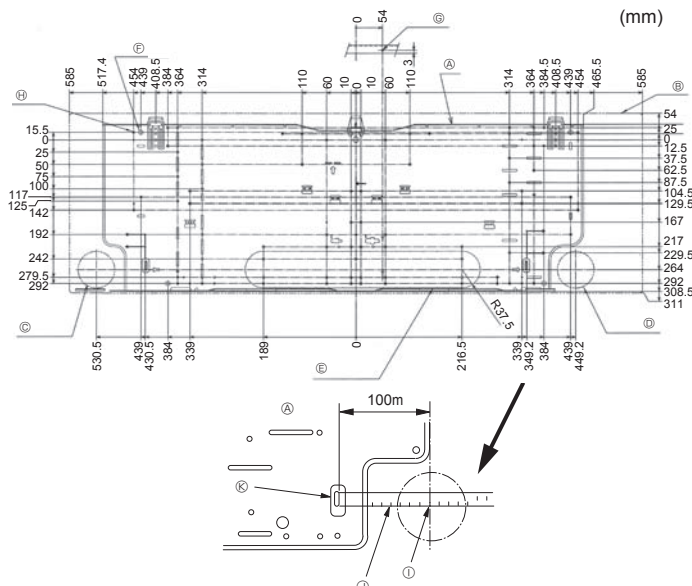

Fig. 3-2
①	Placa de montaje	1	Fijado a la parte trasera de la unidad
②	Tornillo roscado 4 x 25	7
③	Cinta de fieltro	2
④	Tubo de conexión en L	1
⑤	Tuerca de carga	1
⑥	Controlador remoto inalámbrico	1
⑦	Soporte del controlador remoto	1
⑧	Pilas alcalinas (tamaño AAA)	2	Utilice el material de embalaje
⑨	Tornillo roscado 3,5 x 16	2
⑩	Pieza distanciadora	1
3.2. Instalación del soporte de montaje en la pared (Fig. 3-2)